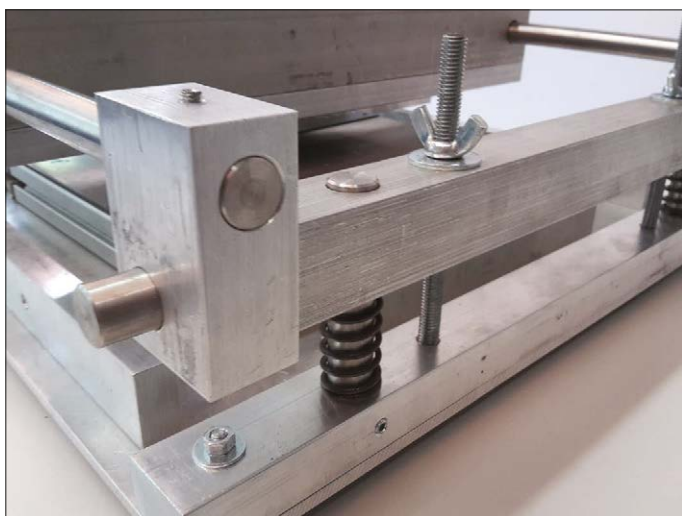
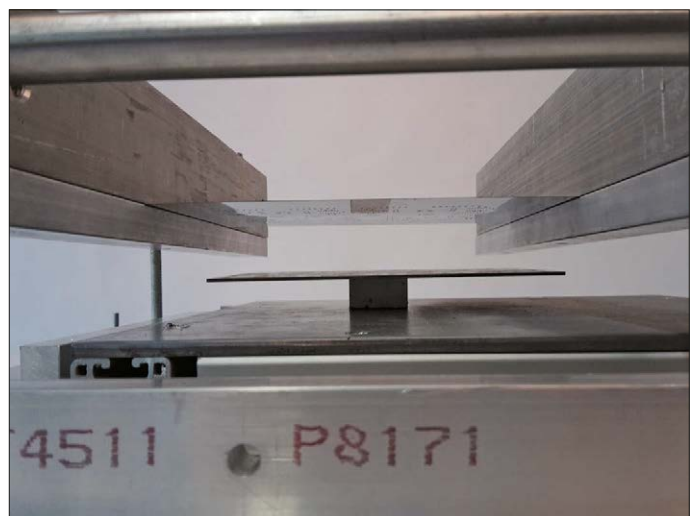

Figure 2. Détail de réalisation des blocs pivotants.
Figure 3. Le masque est maintenu par les joues de serrage. Le circuit imprimé n'est pas encore en place ; il sera bientôt sur pieds magnétiques.
(**fig. 2**), cette structure est d'une certaine complexité, car le dispositif porte-masque doit non seulement pouvoir basculer, mais être réglable en hauteur afin de s'appliquer ensuite sur le circuit imprimé avec précision. Cette barre de soutien comporte deux colonnes cylindriques en acier inoxydable (7), immobilisées par des vis sans tête, ainsi que deux tiges filetées (8). La barre charnière (6) joue librement sur les colonnes et les tiges filetées. Des ressorts de tension sur les colonnes poussent cette barre vers le haut, des écrous papillon sur les tiges filetées la poussent vers le bas. Aux deux extrémités de la barre charnière se trouvent les blocs pivotants (9) emmanchés sur de courts axes (10) cylindriques. Ces blocs pivotants reçoivent aussi les rails cylindriques (11) sur lesquels est monté le dispositif porte-masque proprement dit. Non représentées sur le dessin et peu visibles sur les photos, des vis sans tête immobilisent ces rails cylindriques dans les blocs pivotants. Le porte-masque se compose de deux barres (12) à la face inférieure desquelles viennent se coller des joues de serrage (13) grâce à trois vis, pinçant ainsi le masque (**fig. 3**). La barre